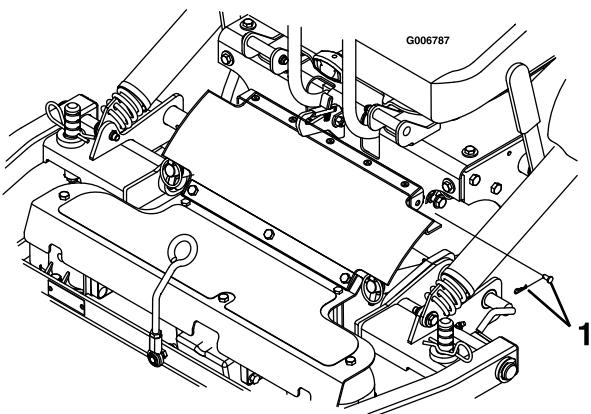

Figura 21
- Retire las chavetas y los pasadores de ambos lados del protector de la TDF (Figura 21).